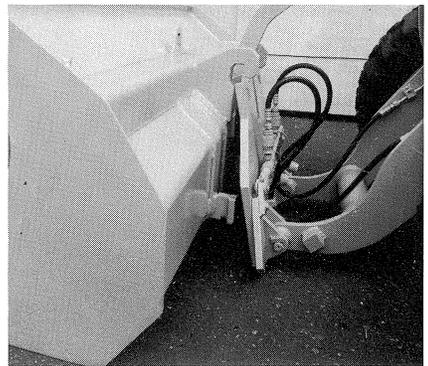

Bild 25
- (1) Schaufelarm in unterste Stellung bringen und Wechselrahmen abkippen (Bild 25).